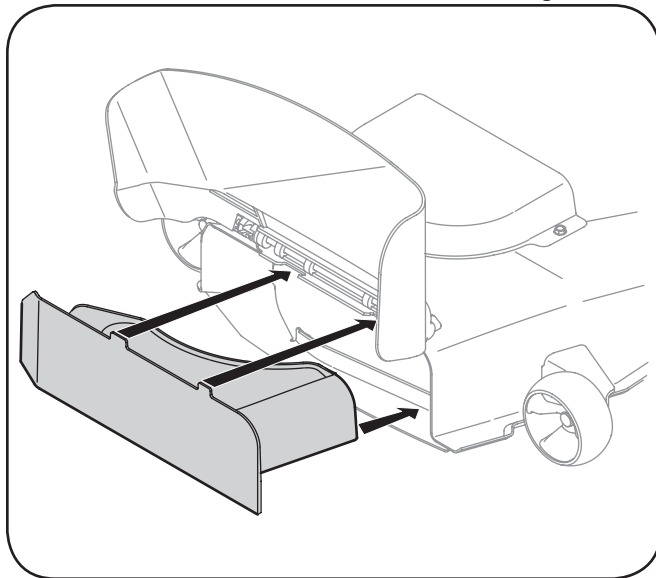

Figure 5-4
1. Localice dos agujeros rectangulares en la superficie de la cubierta del corte. Gire el canal inclinado de la descarga hasta el acceso la abertura de la cubierta. Vea Fig. 5-4.
2. Inserte el enchufe del pajote, alineando el borde superior del enchufe con la cubierta según las indicaciones de la Fig. 5-4. Cerciérese de que las muescas en el enchufe estén en las ranuras en la abertura de la cubierta.